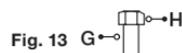

Fig. 13
2. Ensamble y ajuste la tuerca (H) del conector (G) con el racor (E) Fig. 13.